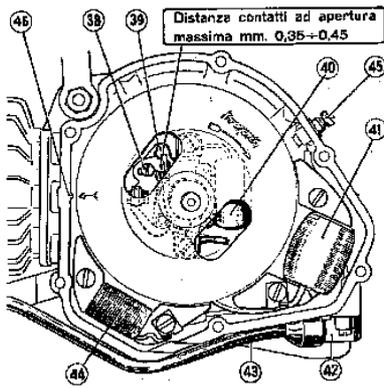

Fig. 8. Volano - magnete
(« *puntine* ») che la finestratura del volano consente di verificare, pulire, registrare (fig. 8).
Per la corrente - luce, 6 Volt - 5 Watt, per faro a fanalino posteriore, è disposto il morsetto di presa 45 (fig. 8).
Smontare il coperchio del magnete - volano e controllare l'apertura dei contatti del rottore (*fig. 8*).
- Verificare lo stato del cavo d'accensione (*43, fig. 8*) provvedendo a sostituirlo se è screpolato o sbucciato. Verificare parimenti le condizioni della presa di corrente alta tensione (*42*).